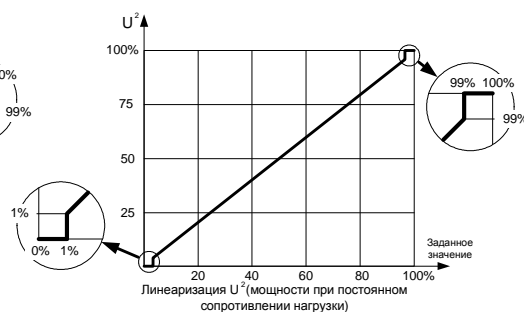

рис. 8
3. Линеаризация по мощности - мощность, выделяемая на нагрузке пропорциональна входному воздействию (при условии неизменности сопротивления нагрузки, см. рис. 8)